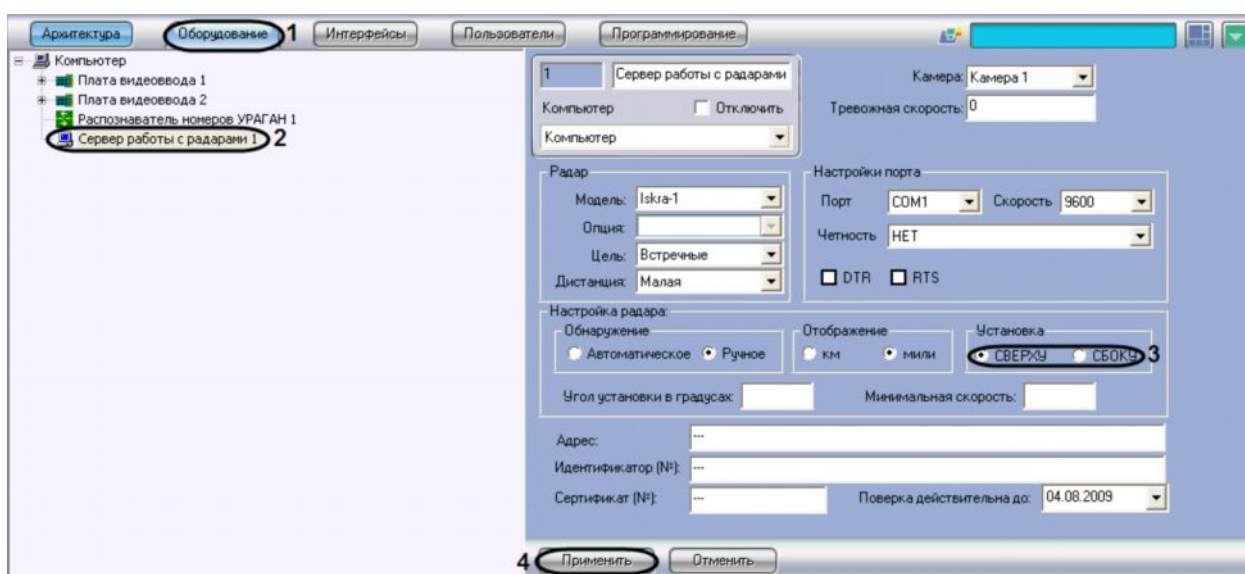

Рис. 7.4.11-1 Выбор параметров установки устройства «Радар» над полосой
1. В диалоговом окне «Настройка системы» перейти на вкладку «Оборудование» (см. Рис. 7.4.11-1, 1).
3. В панели «Установка» требуется установить переключатель в положение «Сверху» в том случае, если устройство «Радар» требуется устанавливать над полосой дорожного движения (см. Рис. 7.4.11-1, 3).
4. Нажать кнопку «Применить» (см. Рис. 7.4.11-1, 4).